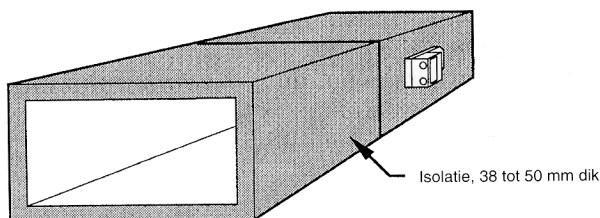

Fig. 8 - Geïsoleerd rechthoekig fiberglas kanaal.
4. Isoleer de klep met 38 tot 50 mm dik isolatiemateriaal (volg de plaatselijke voorschriften). Zie fig. 8.